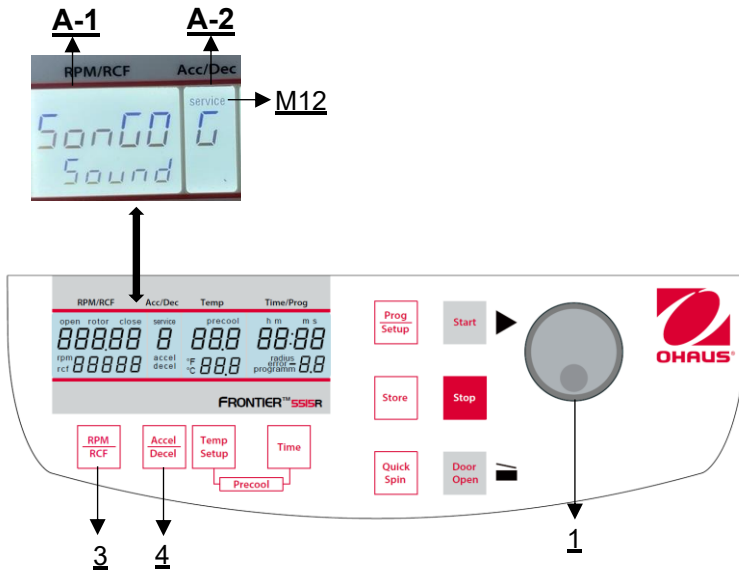

Abbildung 33
Gehen Sie wie unter Punkt 4.1.1 beschrieben vor, um in diesen Programmmodus zu gelangen und drücken Sie dann die Taste **"Accel/Decel"** (4). In der Anzeige **"Acc/Dec"** (A-2) blinkt das Wort **"Service"** (M12). Wählen Sie nun mit dem Drehknopf (1) den Buchstaben **"G"** aus. Daraufhin erscheint in der Anzeige **"RPM | RCF"** (A-1) der Schriftzug "SonGo/Sound". Nachdem Sie die Taste **"RPM | RCF"** (3) gedrückt haben, können Sie mit dem Drehknopf (1) einen Song auswählen (siehe **Abbildung 33**).